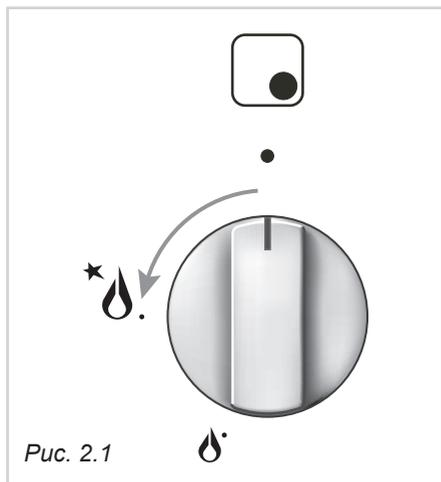

Рис. 2.1
Подача газа в горелки регулируется с помощью клапанного крана, управление которым осуществляется с помощью ручки (рис. 2.1).
- Данные модели имеют на приборной панели рядом с символом  значок  (Рис. 2.1).